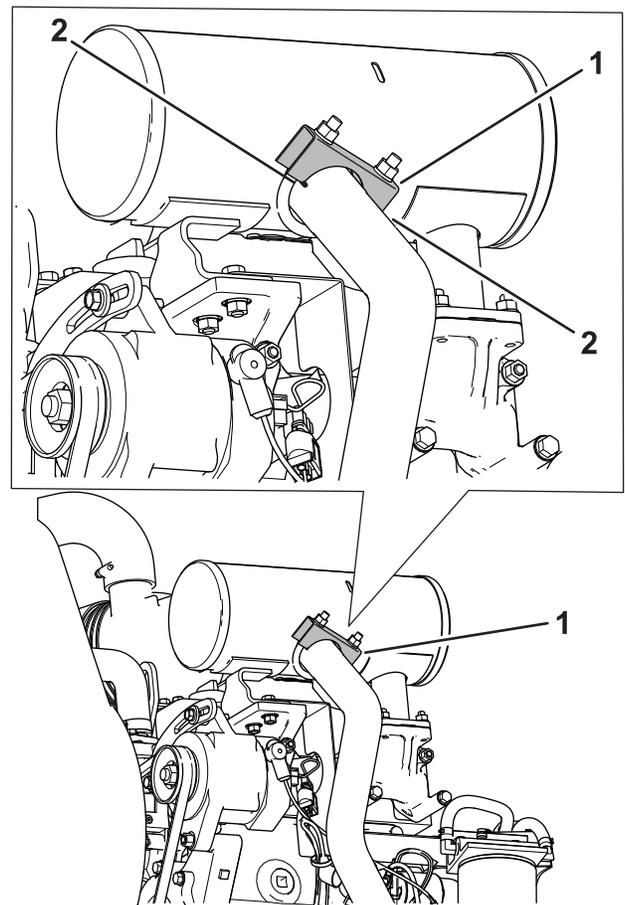

Bild 12
7. Richten Sie die Klemme bündig mit dem Ende des Auspuffrohrs aus und drehen Sie diese wie in Bild 12 dargestellt.
Hinweis: Stellen Sie sicher, dass die Klemmfläche parallel zu den Schlitzen im Rohr ist (Bild 12).